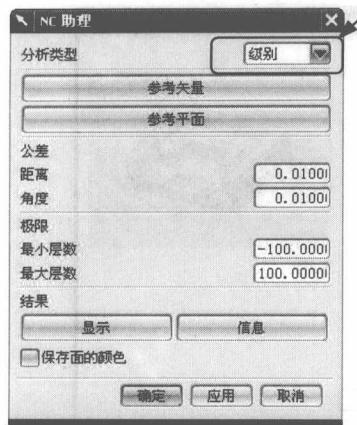

图 1-7 【NC 助理】对话框
- (1) 指定分析参考矢量。在【分析】下拉菜单中，选择【NC 助理】命令，系统弹出【NC 助理】对话框，如图 1-7 所示。在【分析类型】下拉列表框中，选择【级别】选项，单击【参考矢量】按钮。在系统弹出的【矢量】对话框中的【类型】下拉列表框中，选择【ZC 轴】选项，单击【确定】按钮，如图 1-8 所示。